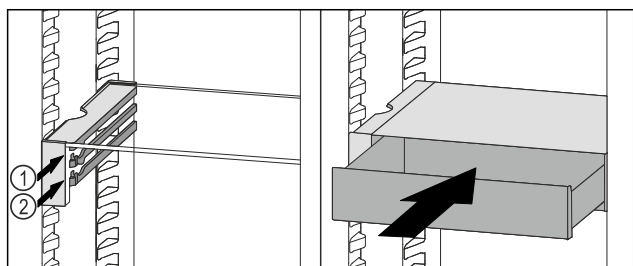

Fig. 105
- ▶ Zásuvku VarioSafe nasadte za zádržkami na požadovanom rebre Fig. 105 (1) alebo Fig. 105 (2).